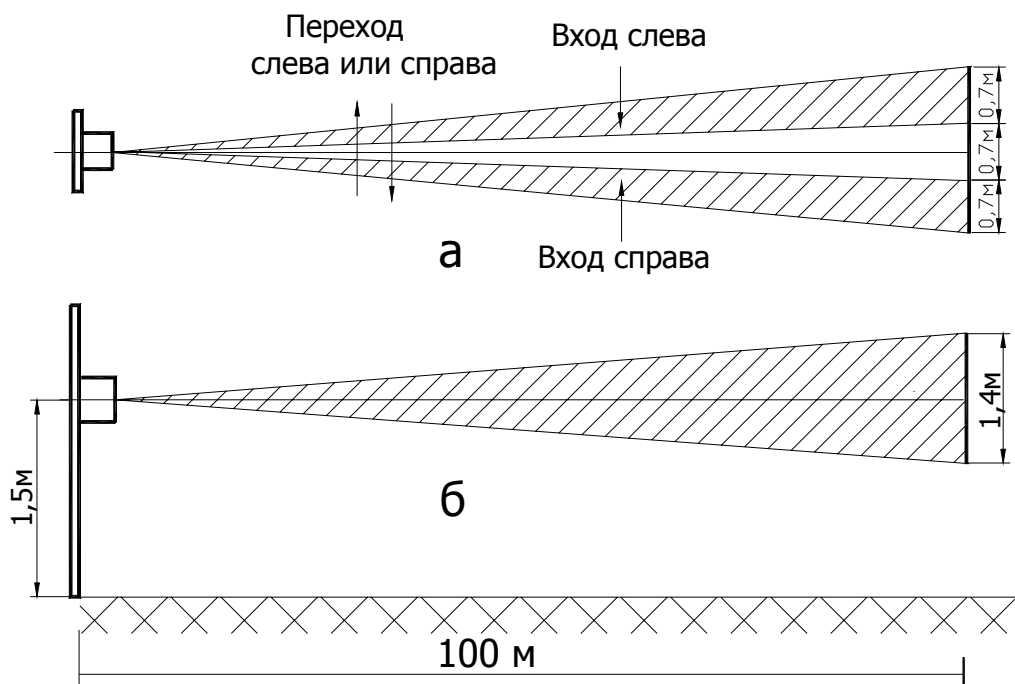
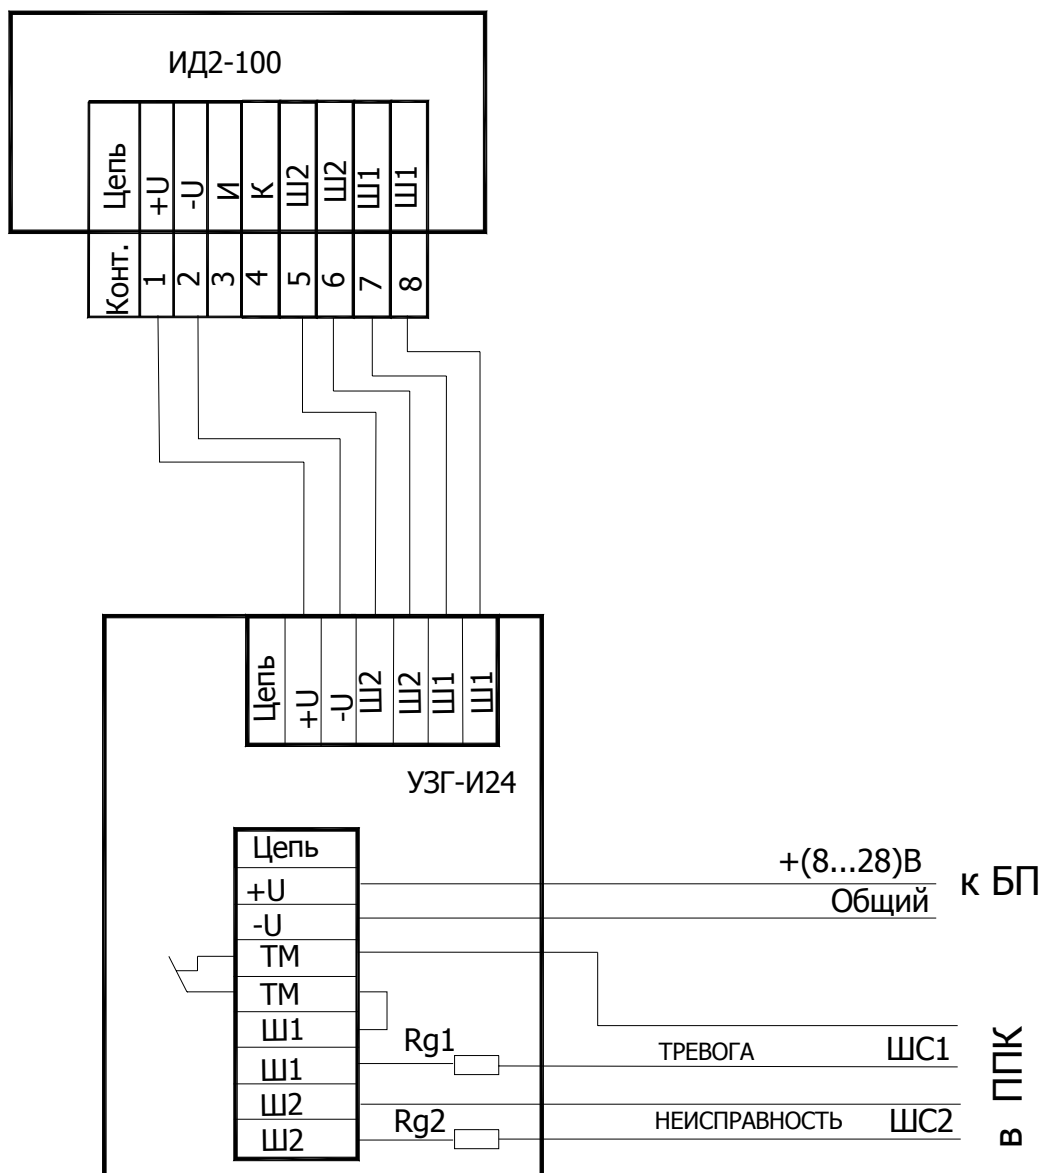
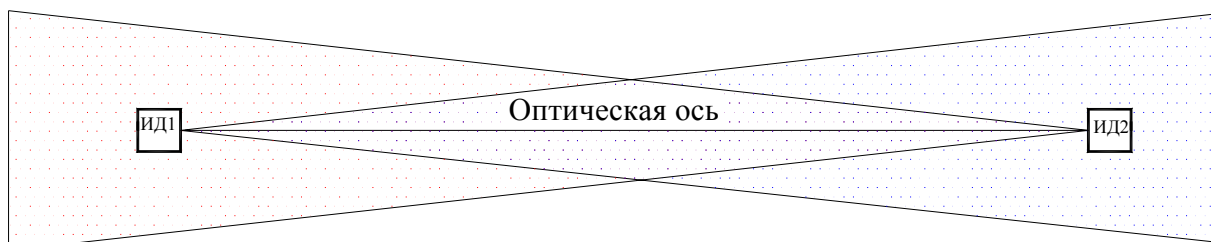

Рис. 1.1. Диаграмма направленности зоны обнаружения
Рис. 1.4 Схема соединения при включении одного извещателя с использованием УЗГ-И24.
Рис. 1.7 Встречное включение извещателей
- формируют извещение **ТРЕВОГА** при пересечении нарушителем зоны обнаружения на всей её дальности в соответствии с рис.1.1;
1.5.1 Принцип действия извещателя основан на регистрации разности температуры, возникающей при пересечении нарушителем зоны охраны, образованной двумя расходящимися лучами в форме пирамид с основаниями на границе зоны обнаружения. Диаграмма направленности зоны обнаружения приведена на рис. 1.1.
При одиночном включении в зоне обнаружения работает один извещатель в соответствии с рис.1.1, при встречном включении зону образуют два извещателя, включенные навстречу друг другу (рис. 1.7). Встречное включение устраняет «мертвые» участки зоны вблизи извещателя, повышает вероятность обнаружения и уменьшает ложные срабатывания. Для уменьшения ложных срабатываний шлейфы извещателей включаются по схеме «**монтажное И**», при которой формирование извещения **ТРЕВОГА** происходит при срабатывании обоих извещателей. Для повышения вероятности обнаружения шлейфы включаются по схеме «**монтажное ИЛИ**». При этом формирование извещения **ТРЕВОГА** происходит при срабатывании одного из извещателей. Схема соединения при одиночном включении приведена на рис. 1.4, при встречном включении – на рис.1.6. Оконечные резисторы Rg1, Rg2 устанавливаются в соответствии с документацией на ППК.
- произвести подключение извещателя в соответствии с выбранной схемой, приведенной на рис. 1.4, ... 1.6.
- при встречном включении необходимо максимально совместить оптические оси ИД1 и ИД2 в соответствии с рис.1.7, для этого извещатели установить на одинаковой высоте и провести их юстировку в вертикальной и горизонтальной плоскостях таким образом, чтобы противоположный извещатель оказался в центре зоны обнаружения;